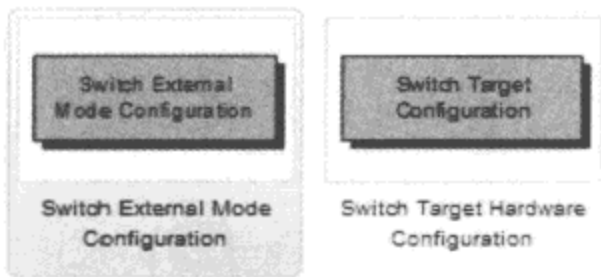

图 6.1.6 工具子库
(5) 工具。该子库包含模块 Switch External Mode Configuration 和 Switch Target Configuration,如图 6.1.6 所示。